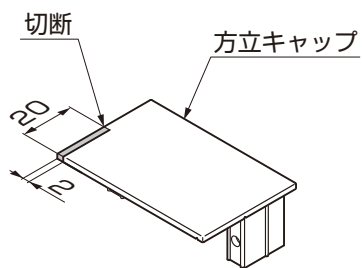

図5-3
①方立キャップを図5-3のように加工してください。加工は、方立B上部の切欠き側をおこなってください。